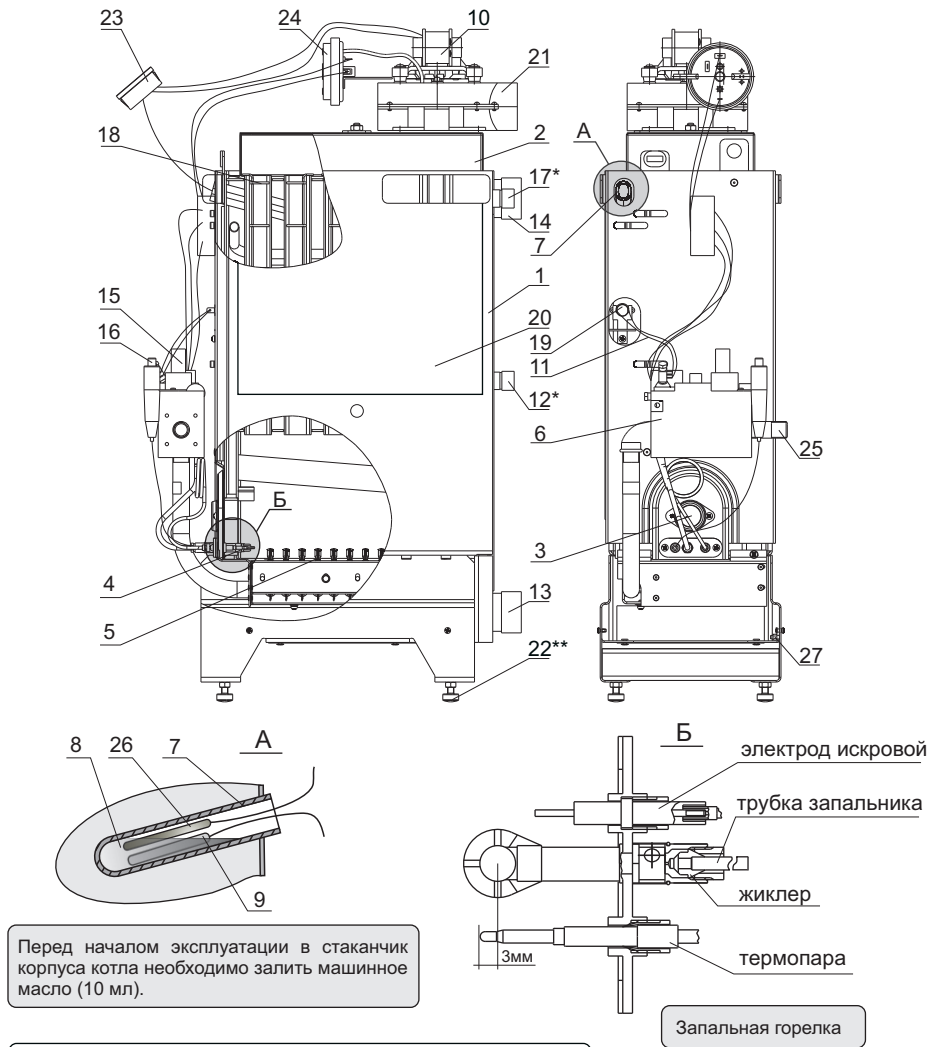

Рис. 2. Схема конструкции котла "Житомир-Турбо"
6.14. При подключении необходимо предусмотреть систему вспомогательного выравнивания потенциалов путем заземления изделия (см. рис. 2, поз 27).